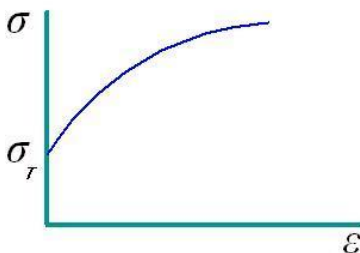

Рисунок 5 – Модель несжимаемой, упрочняющейся среды
- Несжимаемая, упрочняющаяся среда – характеризуется тем, что необратимые деформации наступают сразу с того момента, когда напряжения достигают предела текучести $\sigma_x = \sigma_T$, (см. рисунок 5).